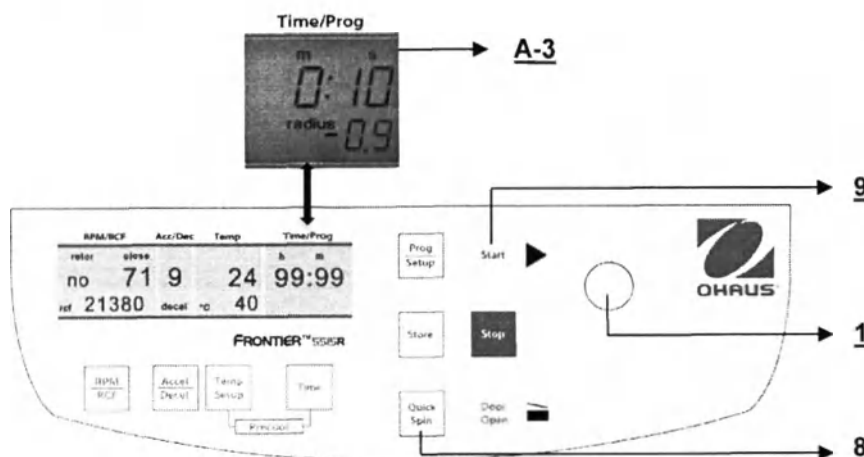

Рис. 26
Запуск центрифуги осуществляется нажатием кнопки **«Start»** (9) (см. рис. 26) или **«Quick Spin»** (8). Нажатием кнопки **«Start»** (9) осуществляется запуск предварительно записанных программ и программ, настроенными вручную.